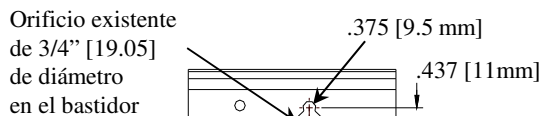

Figura 2
①	Cant. (2)	Perno de carruaje, 7/16- 14 x 1.5 Gr. 5	⑥	Cant. (1)	Espaciador, 1/4 x 1 x 1.94
②	Cant. (2)	Espaciador, 1/4 x 7/8 x 3	⑦	Cant. (2)	Arandela plana, 3/8"
③	Cant. (2)	Arandela cónica, 7/16"	⑧	Cant. (2)	Arandela de seguridad, 3/8"
④	Cant. (2)	Tuerca hexagonal, 7/16-14	⑨	Cant. (2)	Tuerca hexagonal, 3/8-16
⑤	Cant. (1)	Perno en U, 3/8-16 x 1.875 GR5	⑩	Cant. (2)	Cables de halar, 7/16"
- Baje el escape al quitar las tuercas de los soportes del gancho del escape (2) de cada soporte. Ambos lados. Para espacio adicional si es necesario para el taladro o herramienta rotativa. Retire el aislante de goma ubicado en la conexión delantera del escape. Rocíe un lubricante o agua jabonosa en el vástago del gancho de metal y el aislante de goma ayuda para el desmonte.
- Retire la cinta que cubre el orificio de acceso en el larguero del bastidor. Ambos lados. Marque aprox. 7/16" [11 mm] fuera del centro del orificio y abra el orificio de acceso para permitir el espaciador (pieza 2) y el perno de carruaje. Ver Figura 2.